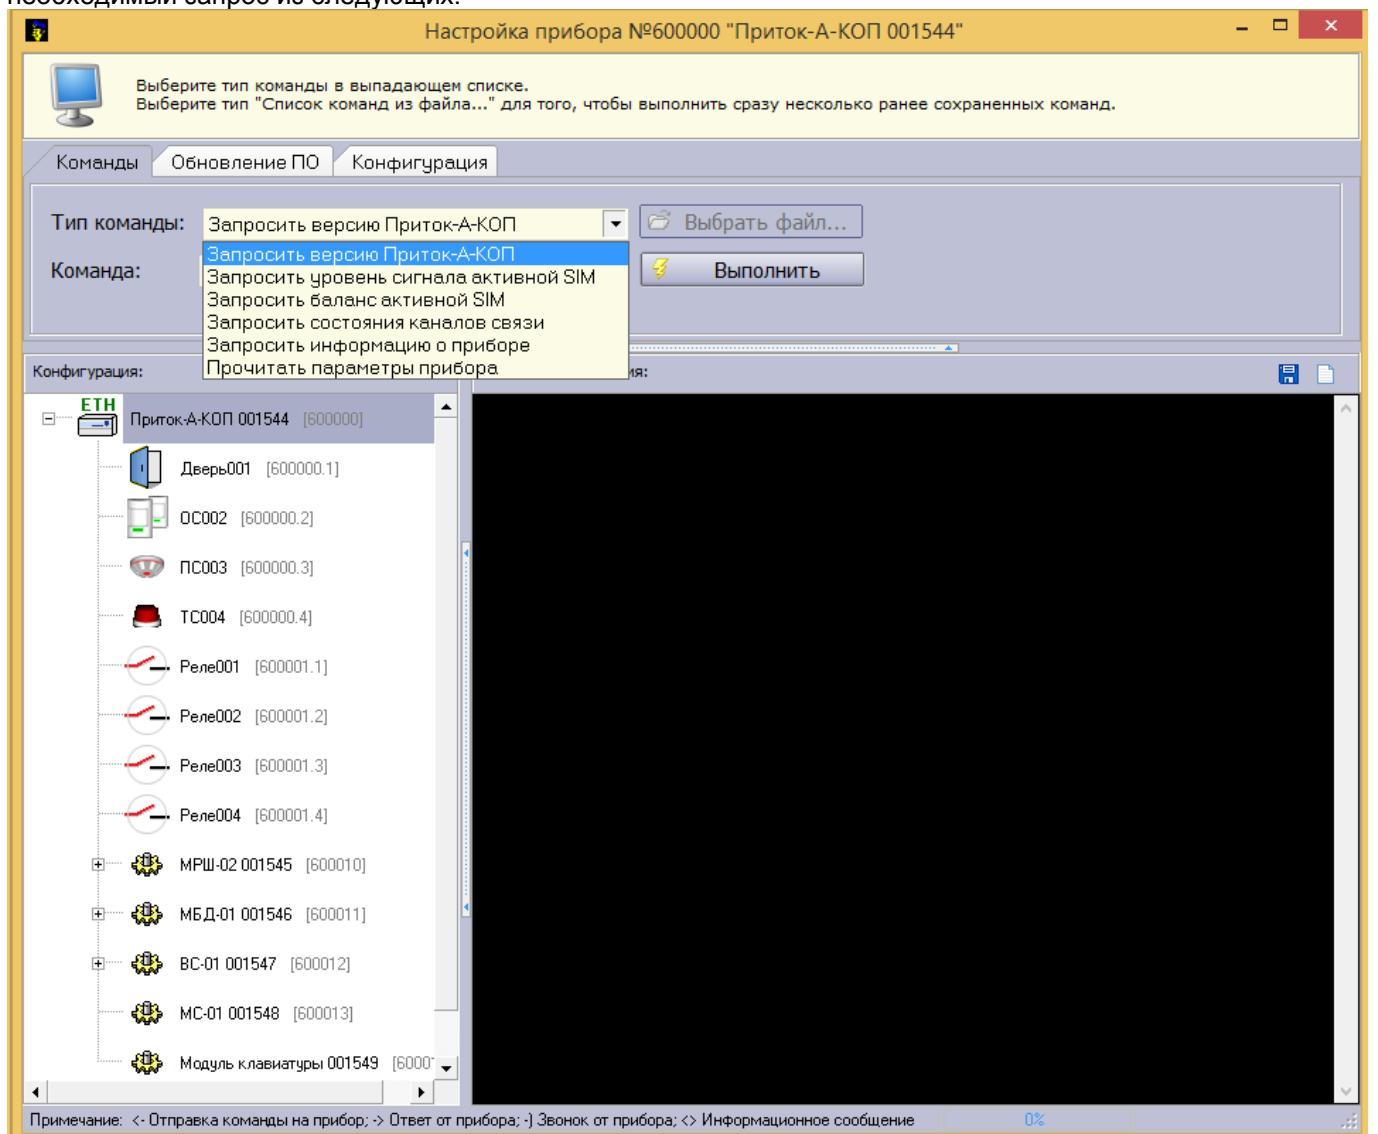

Рисунок 15 - Окно «Настройте прибор»
- Во вкладке «Команды» из выпадающего списка «Тип команды» (см. рисунок 15) выбрать необходимый запрос из следующих: